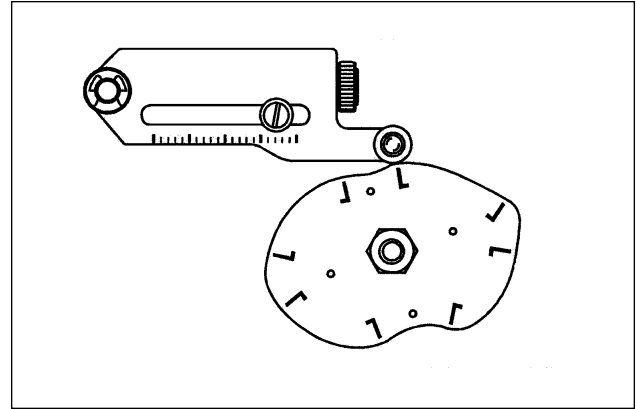

Fig. 5 : Alignement des cames Sereg
6. Orienter la came pour aligner le trait en forme de "L" situé à gauche sur la courbe caractéristique sur le centre du galet du levier d'étendue (voir fig. 5). Avec cet alignement, la vanne doit être fermée (voir les instructions "Installation de la came"). Pour les caractéristiques correctes de la came, voir tableau I.
B) Pour les servomoteurs Sereg, s'assurer que la ligne à gauche de la courbe caractéristique se trouve alignée sur le centre du palier du galet du span arm??. Voir fig. 5.